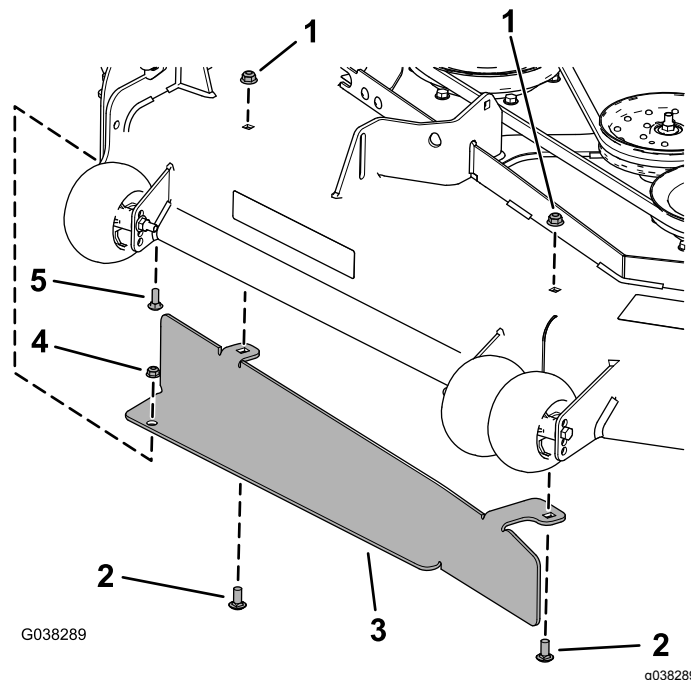

図 16
- 図 16のように、バッフルを取り付けるボルト $\frac{5}{16} \times \frac{7}{8}$ "、フランジナット $\frac{5}{16}$ "、キャリッジボルト $\frac{3}{8} \times \frac{7}{8}$ "2本、フランジナット $\frac{3}{8}$ "2個を使用する。